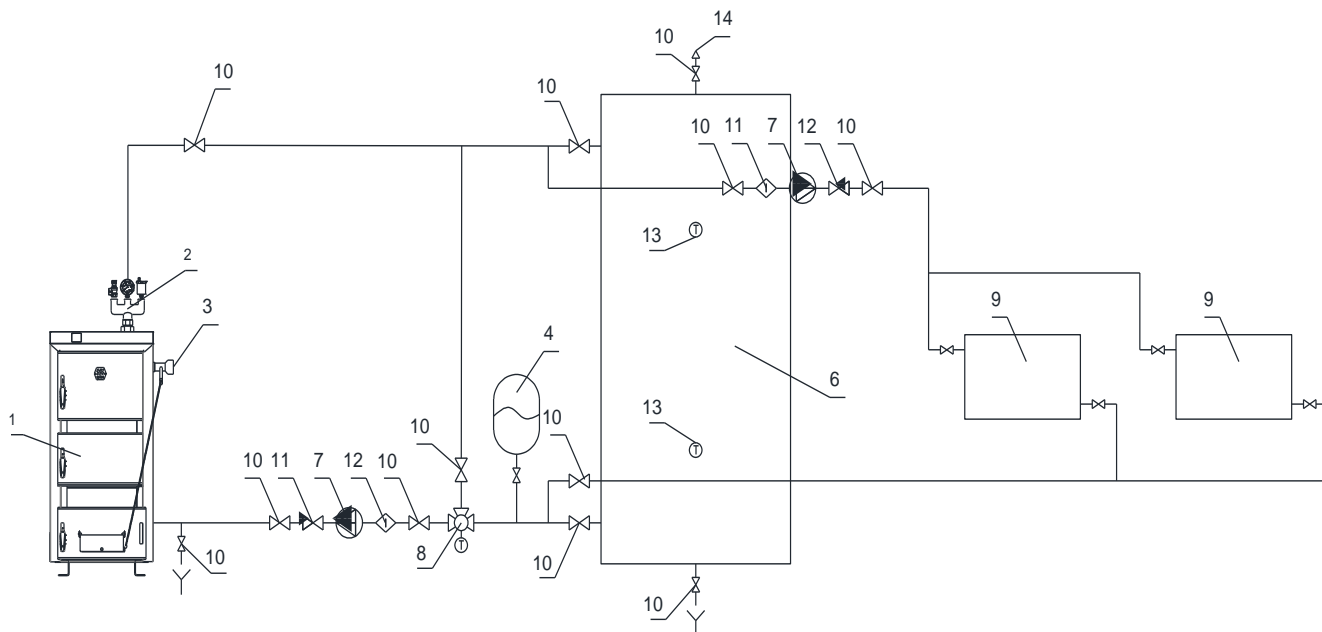

Рисунок 3.
7. Навколо котла необхідно залишити вільний простір (див. Рис.3) для проведення робіт з обслуговування.